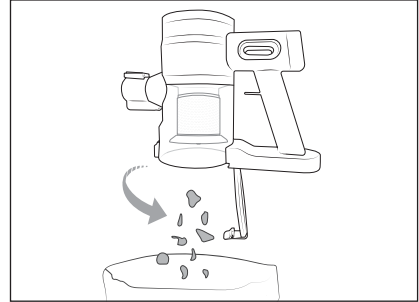

Bild 10
- 1) Ta bort teleskopsugröret **16** om det behövs. Håll dammbehållaren **2** över en soptunna eller sophink och tryck på knappen för att öppna dammbehållarens lock **4**. Dammbehållarens lock **3** öppnas och innehållet töms ut i tunnan eller hinken (se bild 10).